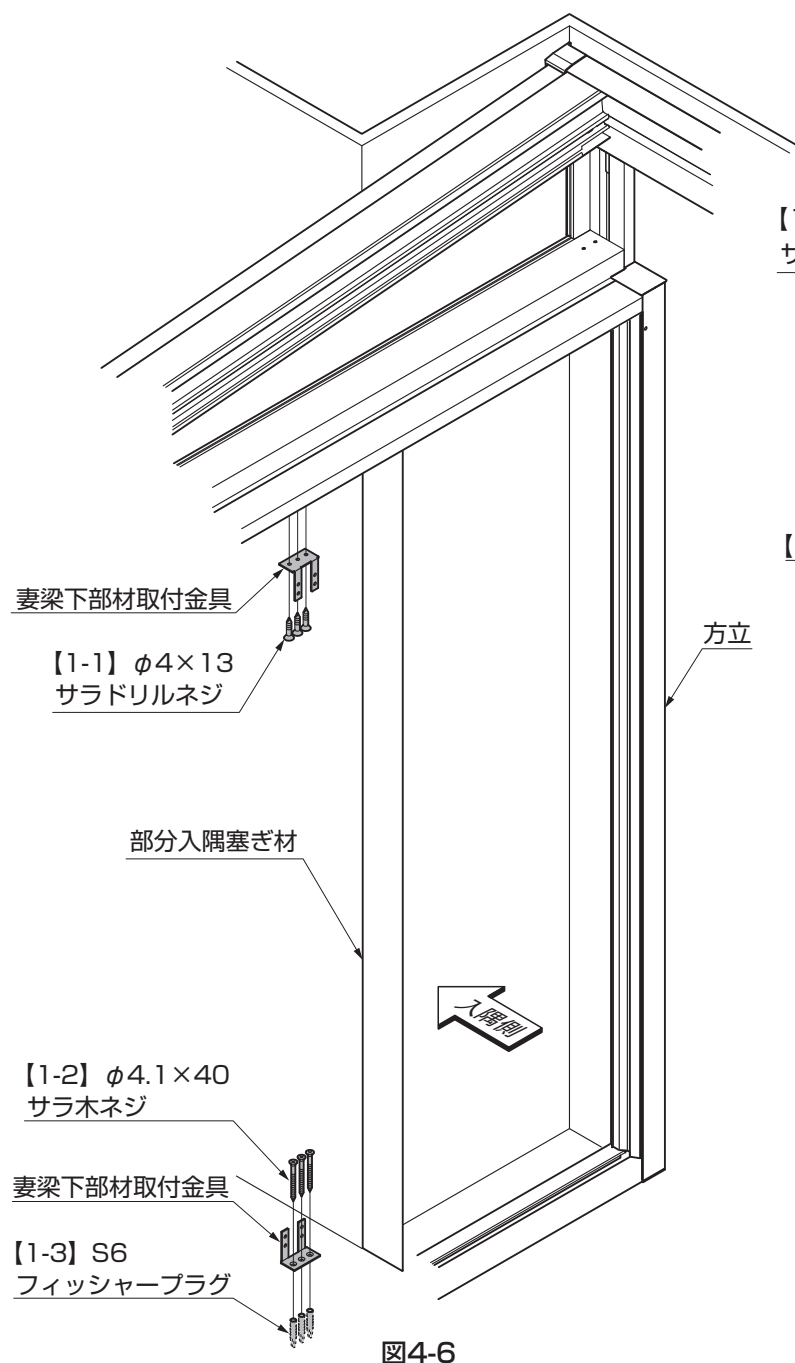
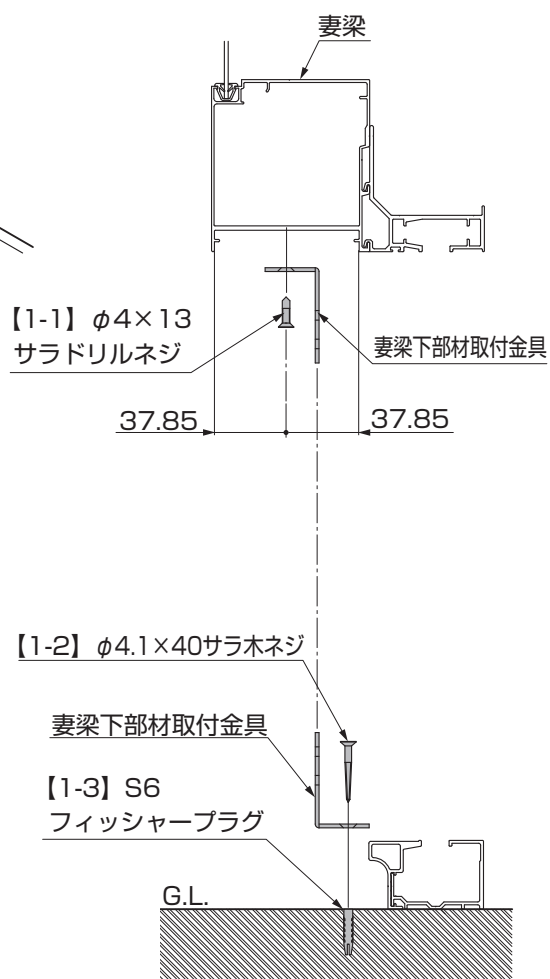

図4-6
図4-7
①妻梁下部材取付金具を妻梁に【1-1】で取付けてください。土間には【1-2】、デッキには【1-5】で取付けてください。(図4-6参照)
- 土間に取付ける場合は【1-3】を使用してください。(図4-6、図4-7参照)
- 妻梁下部材取付金具は上と下で取付ける向きが異なります。(図4-7参照)